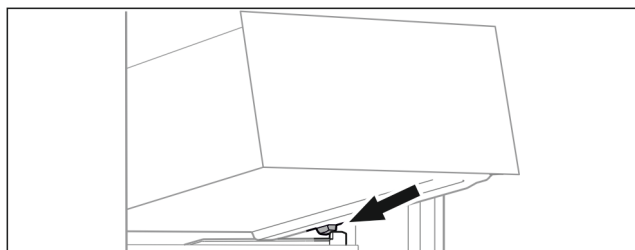

Fig. 79
- Поставете чекмеджето под ъгъл зад ограничителите върху реброто на съда. (виж Fig. 79)